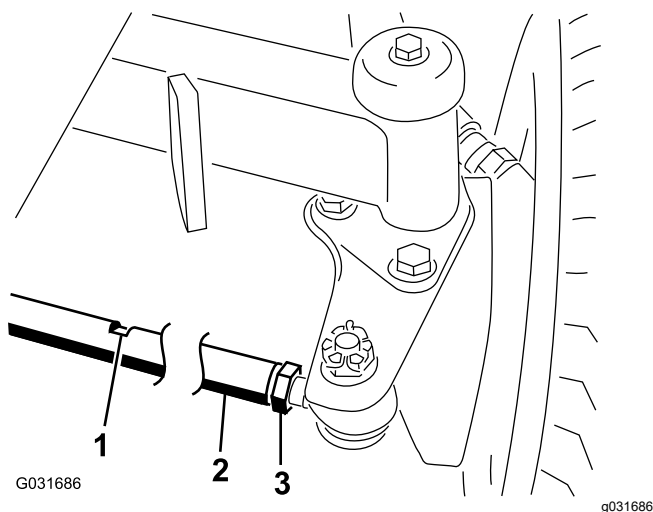

Bild 62
- Lösen Sie die Klemmmutter an jedem Ende der Spurstange (Bild 62).